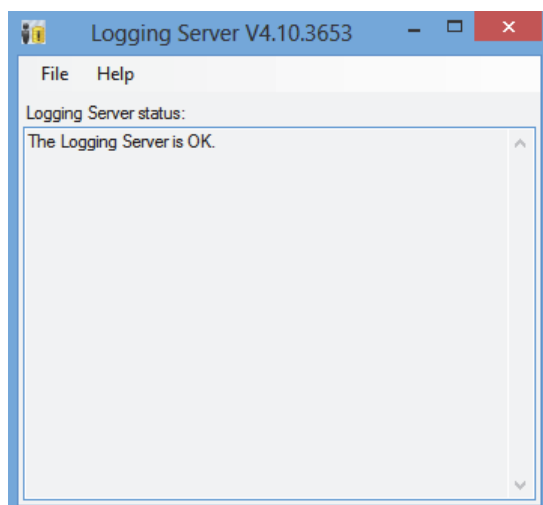

figure 58.4 : Fenêtre principale
- 1 Double-cliquez sur l'icône *Logging Server* (voir figure 58.2). Un écran semblable à celui illustré à la figure 58.4 s'affiche.